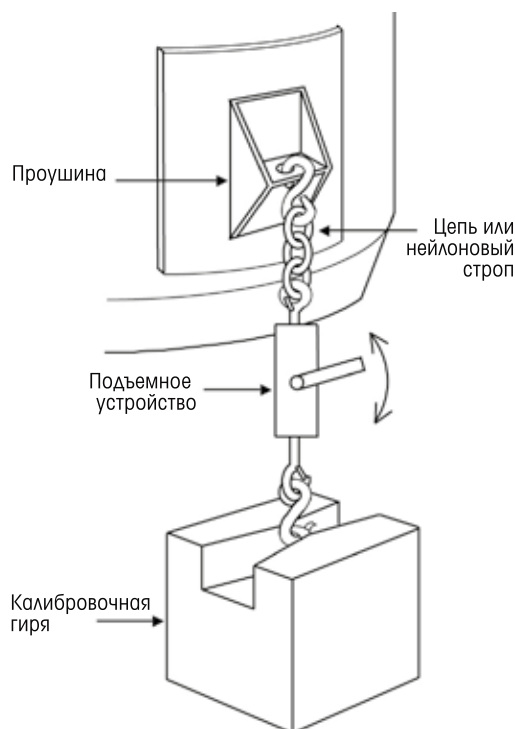

Рис. 22. Калибровка резервуарных весов с использованием калибровочных гирь.
**1. Калибровка с использованием калибровочных гирь.** Этот метод позволяет получить наиболее точные результаты и является обязательным для калибровки коммерческих (сертифицированных для коммерческого применения) систем взвешивания. Для весов с небольшим НПВ калибровка с использованием калибровочных гирь выполняется достаточно просто, но с увеличением тоннажа весов эта процедура становится все менее целесообразной. Резервуары и емкости лишены плоских поверхностей, пригодных для установки калибровочных грузов, поэтому способ нагружения необходимо продумать заранее. Например, на боковой поверхности емкости можно установить проушины для подвешивания грузов, как показано на рис. 22.